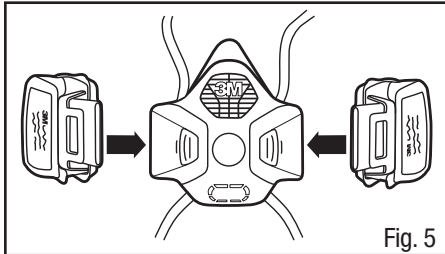

Fig. 5
1. Alinee el extremo del puerto de los cartuchos con los puertos de la pieza facial (Fig. 5).